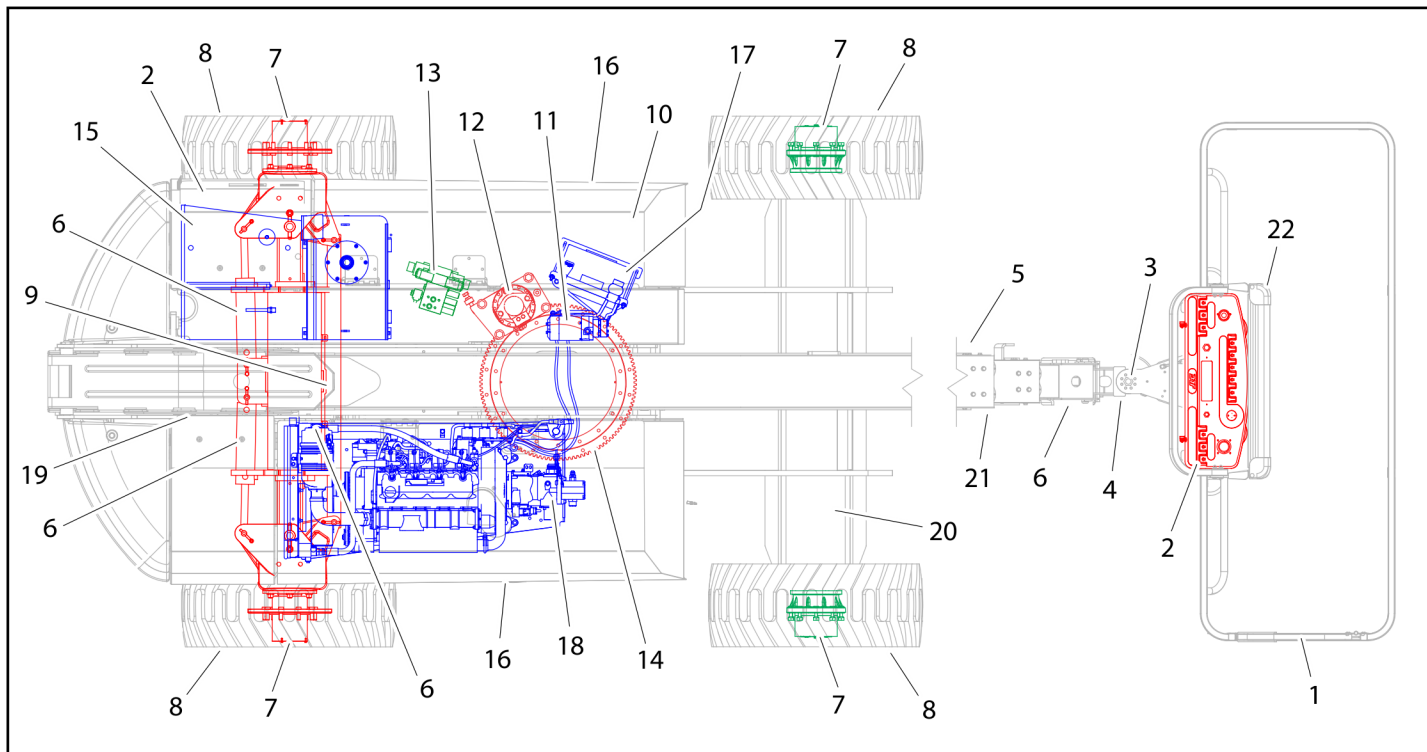

Figura 2-3. Schemă pentru inspecția vizuală zilnică
5. **Inspecția vizuală** – Consultați Figura 2-3. până la Figura 2-5.